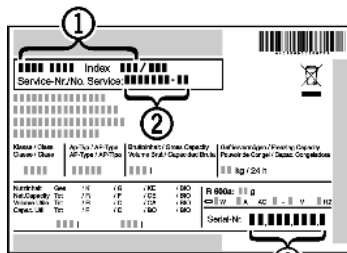

Fig. 79
- ▶ Gerätebezeichnung *Fig. 79 (1)*, Service-Nr. *Fig. 79 (2)* und Serial-Nr. *Fig. 79 (3)* vom Typenschild ablesen. Das Typenschild befindet sich an der linken Geräteinnenseite.